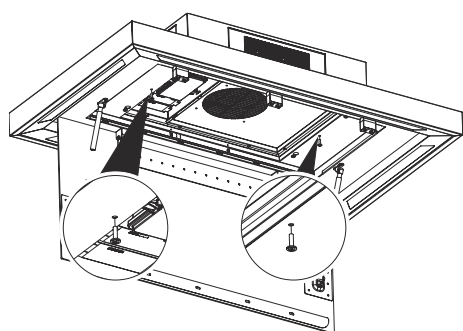

Fig. 18
- 4.** Fastgør nu slutteligt de 2 skruer for at fastmontere (Fig. 18).